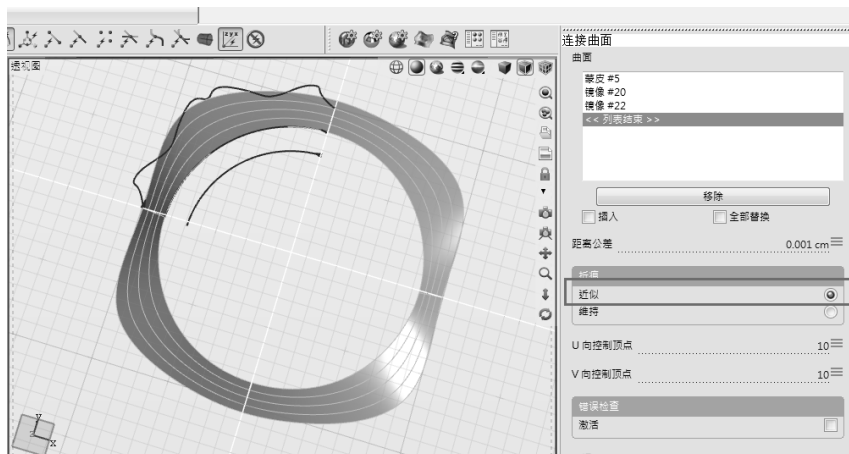

图 5-155 连接整合结果
5) 激活“连接曲面”工具, 选中目前构建的所有曲面, 将它们连接整合。在控制面板中选中“近似”单选按钮, 获得结果如图 5-155 所示。